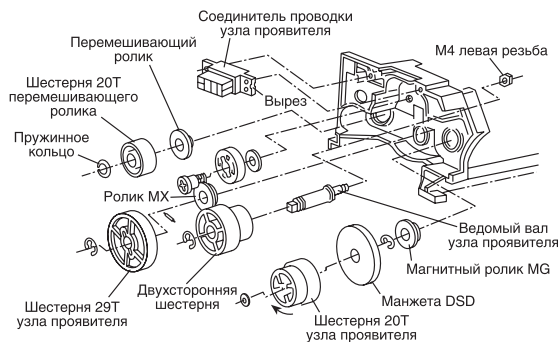

Рис. 4. Расположение частей задней стороны узла проявителя
4. Нужно полностью вставить на место шестерню перемешивающего ролика 20T до фиксации пружинным кольцом (рис. 4).
3. Проверьте вращение магнитного ролика, вращая шестерню 20T в направлении стрелки, см. рис. 4. Ролик должен вращаться плавно и без постороннего шума.